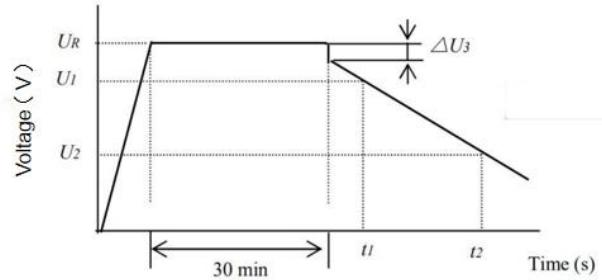

图 2
- 5) 测量并记录电容器两端电压从 U1 到 U2 的时间 t1 和 t2, 如图 2 所示, 根据下列公式计算电容量值: